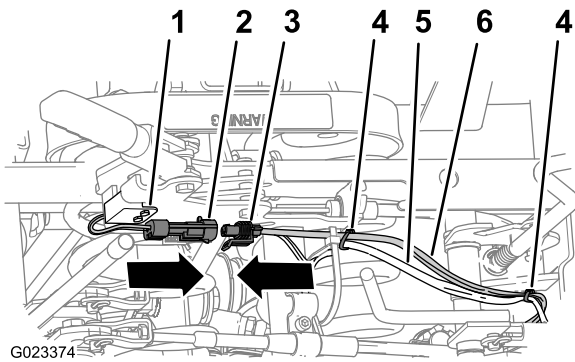

図 29
取り付けた駐車ブレーキスイッチまで敷設する 図 29。
2. キットのハーネスの2ソケット・コネクタを、駐車ブレーキスイッチのワイヤハーネスの2ピン・コネクタに接続する 図 29。
3. キットのワイヤハーネスを、後メインハーネスに固定する 図 29に示す場所2ヶ所で固定する。